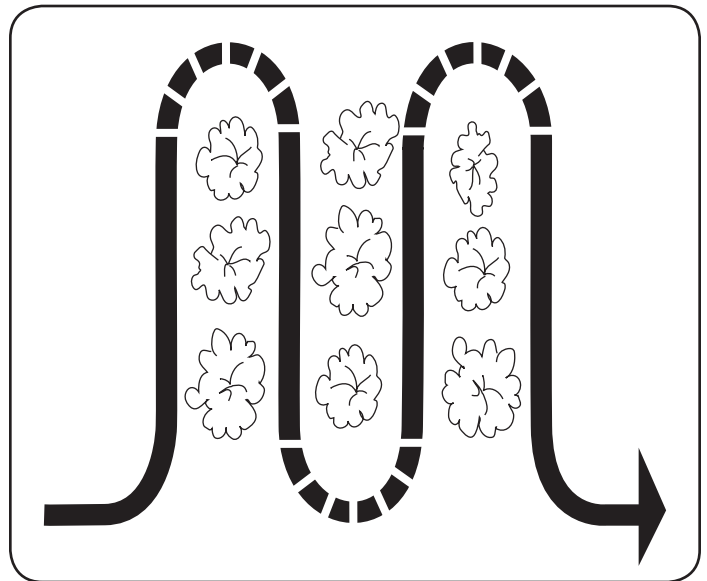

Figura 17
- Cuando labre la tierra (rompiendo la superficie de suelo alrededor de las plantas para destruir las malezas, vea la Figura 17), ajuste los dientes para cavar únicamente a una profundidad de 1 a 2 pulgadas. La labranza a poca profundidad ayuda a evitar lesiones a las plantas cuyas raíces a menudo crecen cerca de la superficie. Si es necesario, levante las barras de control ligeramente para evitar que los dientes caven demasiado profundo. (La labranza regular no sólo elimina malezas, sino que además afloja y airea el suelo para mejor absorción de la humedad y crecimiento más rápido de las plantas). Si se riega el área del jardín unos cuantos días antes de la labranza se facilitará esta tarea; también se contribuye permitiendo al suelo recién trabajado asentarse por uno o dos días antes de la pasada final, profunda, de la cultivadora.